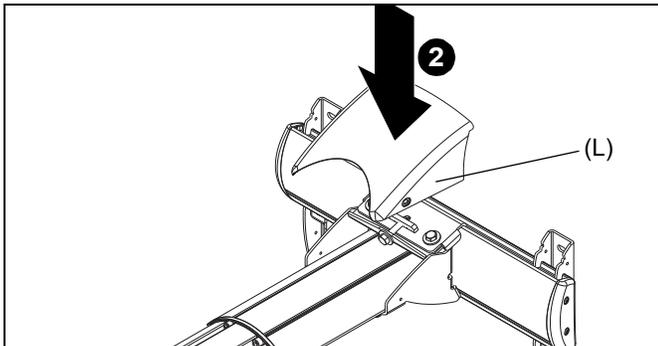

Figure 56
2. Baissez le cache supérieur (L) sur le support de projecteur. (Voir figure 56)